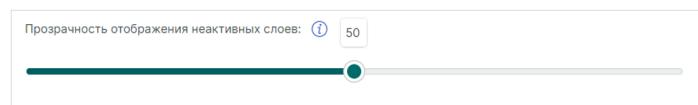

Рис. 80 Настстройка прозрачности отображения неактивных слоев
- «Прозрачность отображения неактивных слоев» – прозрачности отображения неактивных слоев, где 0% – полная прозрачность, 100% – полная непрозрачность, см. Рис. 80.